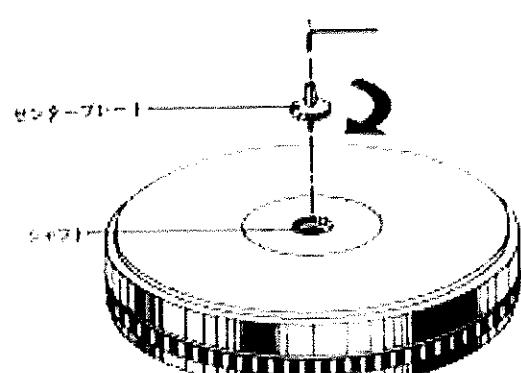

図2
- ハンドルを往復し、かねてセンターフラットを、付属の六角ドレンボルト(手前)を挿して上へかね締付けて下さい。(図2)